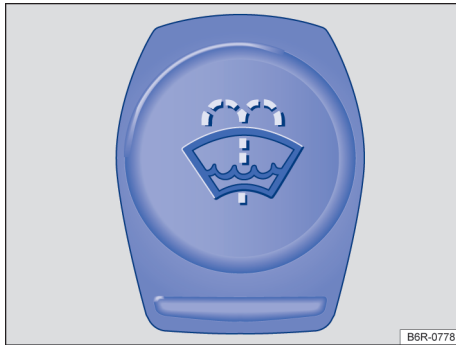

Fig. 159 No compartimento do motor: tampa do reservatório de água dos lavadores dos vidros.
- O reservatório de água dos lavadores dos vidros é identificado pelo símbolo  na tampa → Fig. 159.